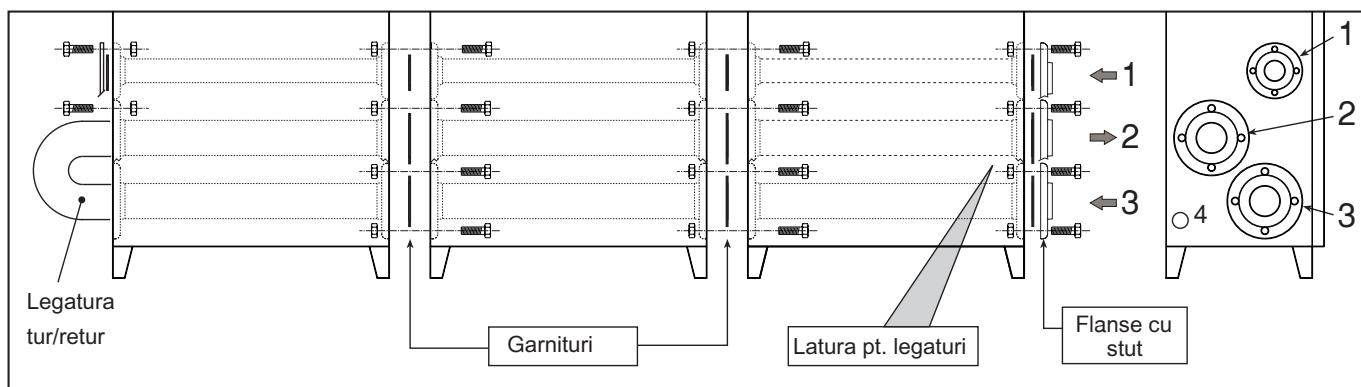

fig. 6b
- Pe ultimul modul legati turul la retur (vezi fig. 6b).